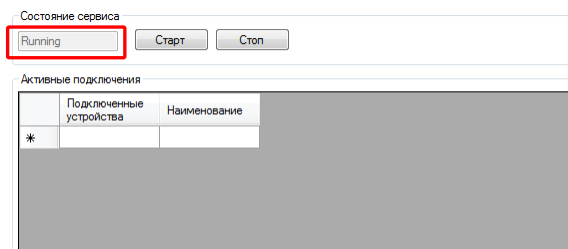

Рисунок 7.1.5 - Сервер запущен
9. Если сервер запущен, должно появиться сообщение **“Running”**, рисунок 7.1.5.